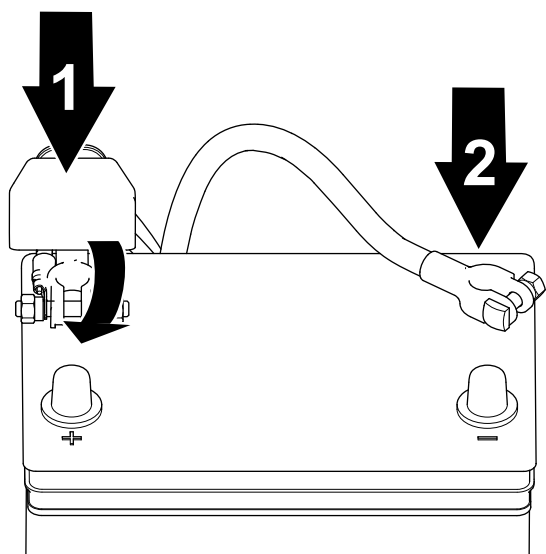

Figure 34
1. Branchez le câble positif de la batterie et serrez l'écrou du collier de la batterie (Figure 34).
2. Branchez le câble négatif de la batterie et serrez l'écrou du collier de la batterie (Figure 34).